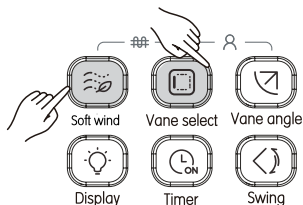

Рисунок 3.20
- 1) Одновременно нажмите  и , чтобы включить дополнительный электронагреватель (см. Рис. 3.20). На экране появится значок  ON;